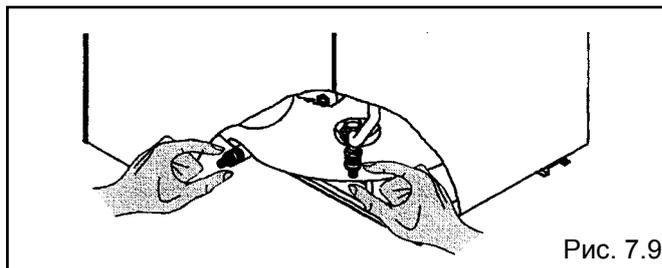

Рис. 7.9
- закройте отсеочные вентили змеевика и подачи холодной воды и слейте из них воду (рис. 7.9).